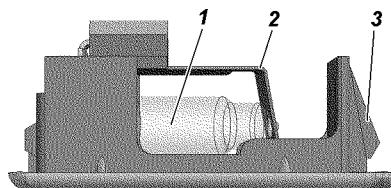

Рис. 9.51. Плафон подсветки вещевого ящика:
**Плафон подсветки вещевого ящика.** Для замены лампы извлеките плафон (рис. 9.51) из вещевого ящика. Замените лампу 1 отжав держатель 2.